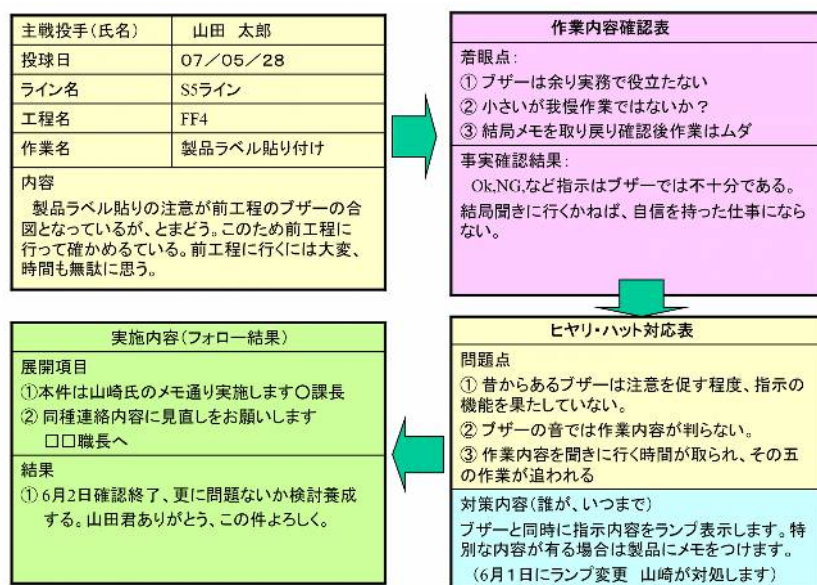

図5-3 ケガ防止ヒヤリ・ハット・カードの例
工場における各種安全対策に当たっては、「防火に勝る消化なし！」という標語に集約されます。そうすると、自職場だけでなく、関連職場全体を見て、**図 5-3** に示したような、ヒヤリハット・カードを用いた、危険予知事項の発掘能力と対策力が有効です。特に、社内で定めた安全対策資格者に、このカードを適用して行く対策は有効です。要は、このカードが、①この種のカードを用い、お手本になるヒヤリハット箇所を発見する能力が、現在も実際にあるか？②記載内容が資格保有レベルの内容か？③関係者に見せてお手本（教材）となるレベルか？という対象として有効活用できるためです。